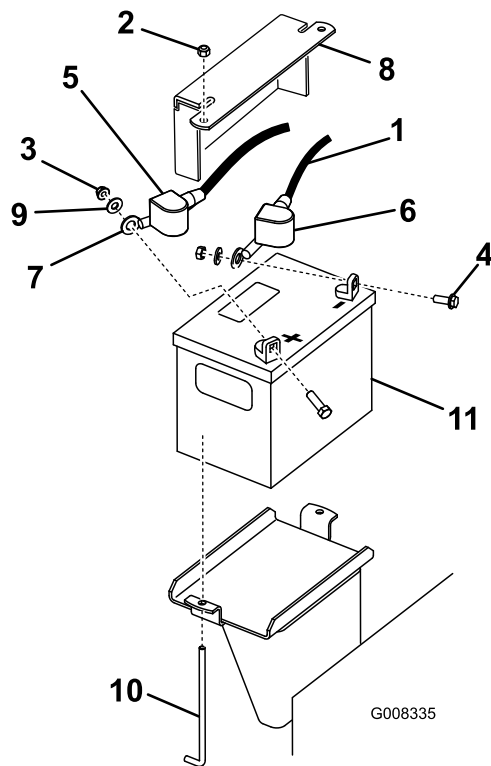

Figura 38
3. Togliete il cappuccio di gomma nero dal cavo negativo. Staccate il cavo negativo della batteria dal morsetto negativo (-) della batteria (Figura 38).
4. Fate scorrere la guaina del morsetto rosso via dal morsetto positivo della batteria (rosso), poi rimuovete il cavo positivo della batteria (rosso) (Figura 38).
5. Rimuovete la piastra di tenuta, i bulloni a J e i dadi di bloccaggio che fissano la batteria (Figura 38) e togliete la batteria.
1. Utilizzate i fermi rimossi in precedenza per montare il cavo positivo (rosso) sul morsetto positivo (+) della batteria (Figura 38).
3. Utilizzate i fermi rimossi in precedenza per montare il cavo negativo (nero) sul morsetto negativo (-) della batteria (Figura 38).
4. Assicurate la batteria con la barra e i dadi ad alette (Figura 38).